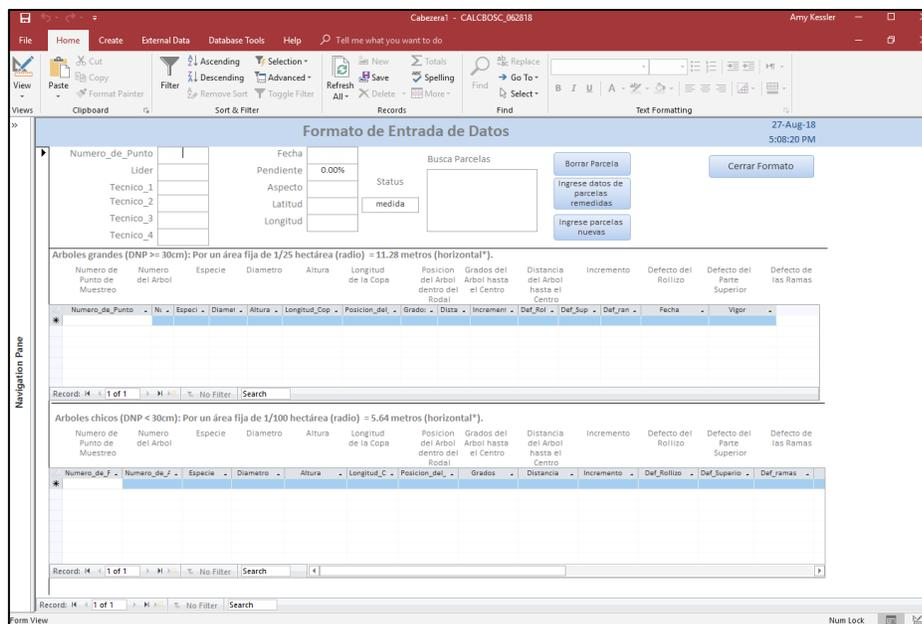

Figura 31. Formato de Entrada de Datos
- 1.1. Ingresar la información general de parcela en la sección de arriba del Formato de Entrada de Datos (Figura 31)